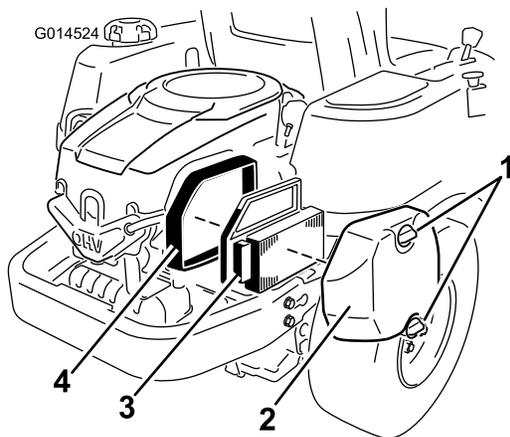

Figura 27
1. Togliete il coperchio del filtro dell'aria (Figura 27).
2. Rimuovete l'elemento del filtro dell'aria con la tenuta in gomma integrale (Figura 27).
5. Installate l'elemento del filtro dell'aria con il lato pieghettato rivolto verso l'esterno e appoggiate la tenuta in gomma sui bordi della base del filtro dell'aria (Figura 27).
6. Rimontate il coperchio del filtro dell'aria e fissatelo con le due manopole (Figura 27).